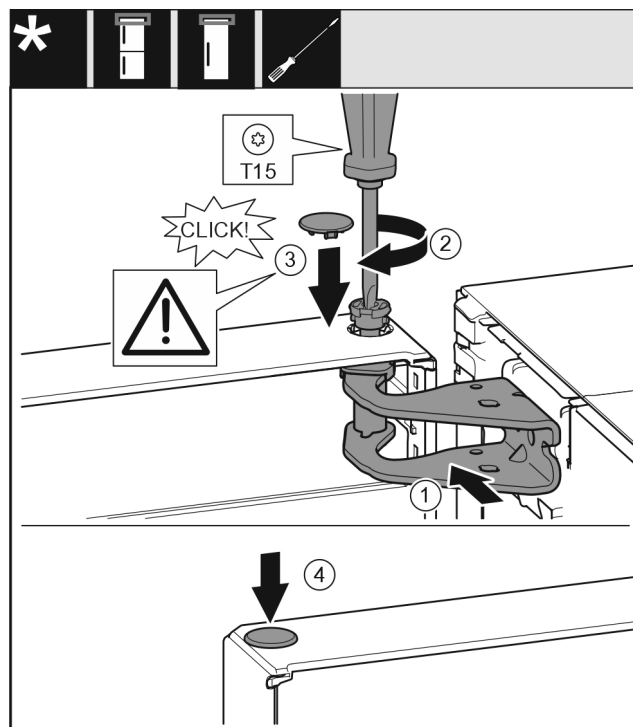

Fig. 25
- Allineare la porta superiore all'apertura nella staffa di supporto Fig. 25 (1).
- Inserire i perni Fig. 25 (2) e stringerli con un cacciavite.
- Inserire la copertura Fig. 25 (3).
- Controllare che la copertura Fig. 25 (3) poggi sulla porta.
- Inserire la copertura Fig. 25 (4).